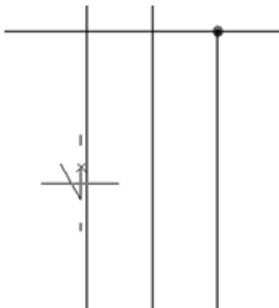

Рисунок 3.3 - Вставка трьох вертикальних провідників
16. Натисніть кнопку **ОК** і на запит системи **Выберите существующий провод для начала соединения многофазной шины**: вкажіть початкову точку на верхньому горизонтальному провіднику, а потім перемістіть курсор миші вниз і зафіксуйте положення (лев. Кн. Миші), як показано на рис. 3.3.